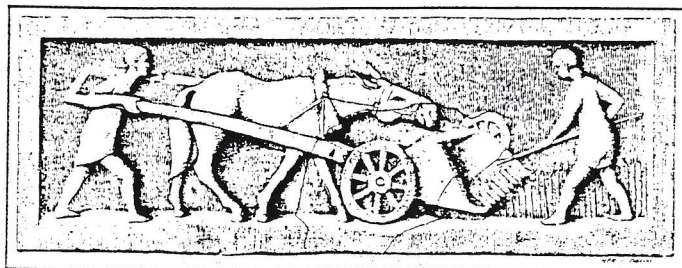
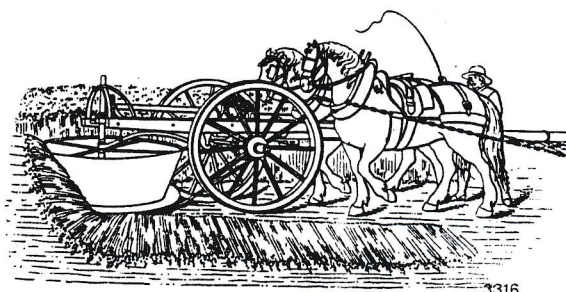
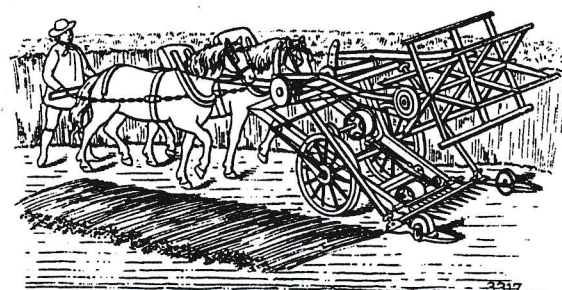

Bild 1: Gallische Erntemaschine
Bild 2: Smith-Mähmaschine
Bild 3: Bells Mähmaschine
So berichtet bereits im ersten nachchristlichen Jahrhundert der römische Schriftsteller Plinius der Ältere über mähmaschinenartige Apparaturen. Die Verwendung eines Mähwagens in Gallien beschreibt der Römer Palladius im 4. Jh. nach Chr. (Bild 1). Aufgrund eines bei Trier entdeckten keltischen Reliefs muss man sich darunter eine Kiste mit zwei Rädern vorstellen, an der auf einer Seite eine Reihe scharfer Zinken mit nach oben gebogenen Spitzen angebracht war. Dieses Gerät wurde von einem Zugtier in das Getreidefeld geschoben. Die zwischen den Zahnkanten abgerissenen Ähren wurden mit einem Handgerät in den Sammelkasten befördert. Die eigentliche Entwicklung von Mähmaschinen setzte allerdings erst um 1800 in England ein. Zunächst wechselten Maschinen mit rotierenden, sensenartigen Schneidewerkzeugen einander ab (Bild 2). Jedoch war die Nutzbarkeit dieser Maschinen meistens sehr gering. 1826 entstand dann die erste tatsächlich arbeitsfähige Mähmaschine. Diese Erfindung des schottischen Pfarrers Patrik Bell fand bereits eine größere Verbreitung. Er benutzte einen Schneideapparat, der nach dem Scherenprinzip mit hin- und hergehenden Werkzeugen arbeitete (Bild 3).
- Kühne (1910): Die Entwicklung des landwirtschaftlichen Maschinenwesens in Deutschland. VDI-Verlag, Reprint 1987 (Bild 1)